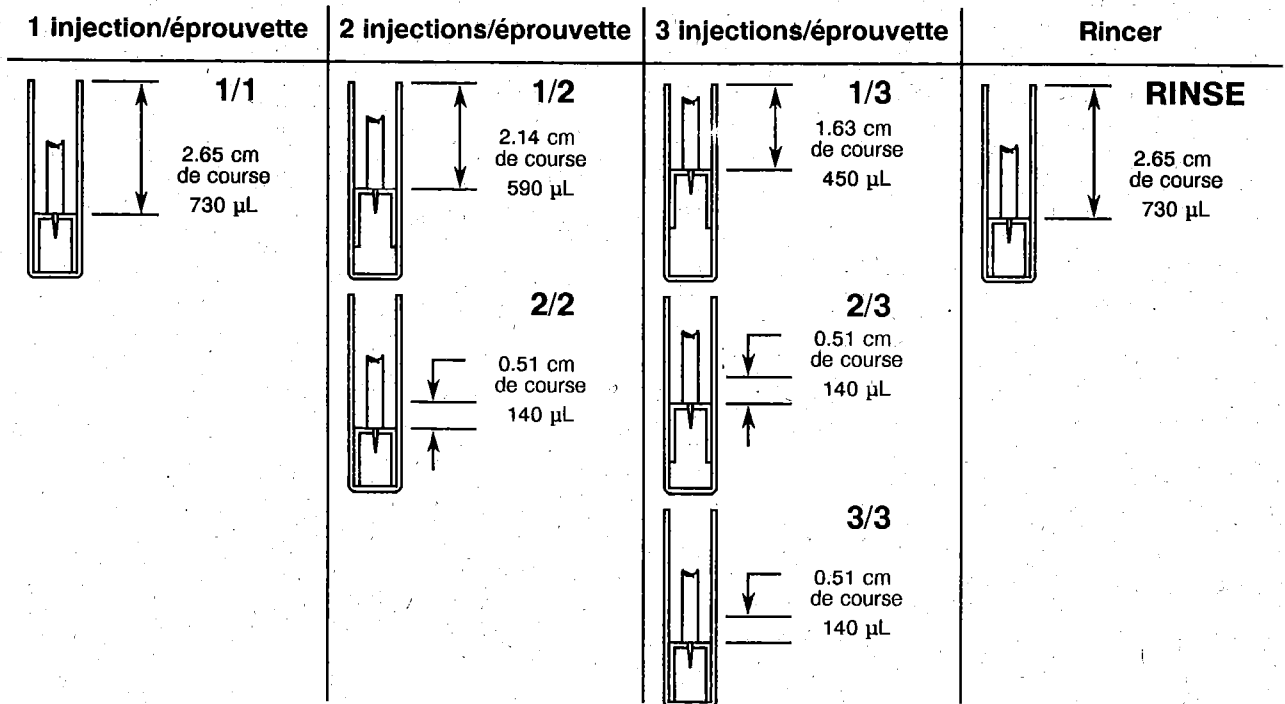

Fig. 6: Dimensions de l'épiprouvette et refoulement de l'échantillon
Dans le cas de trois injections par échantillon, le couvercle est abaissé de 1.63 cm pour la première, ce qui fait déplacer 450 μL de solution. Pour la deuxième et la troisième injection, la course du couvercle est encore de 0.51 cm à chaque fois transférant env. 140 μL de liquide. La fig.6 illustre en détail le refoulement de l'échantillon pour une, deux ou trois injections par éprouvette.
L'aiguille (4) est abaissée à la première position d'injection (voir *fig. 6*). La soupape d'injection du Chromatographe ionique 690 est commutée sur la position LOAD (=Fill). L'aiguille n'est abaissée que lorsque l'éprouvette se trouve exactement en-dessous. Quand l'aiguille est déjà en sa position la plus basse, la commande <LOAD LOOP> est ignorée.